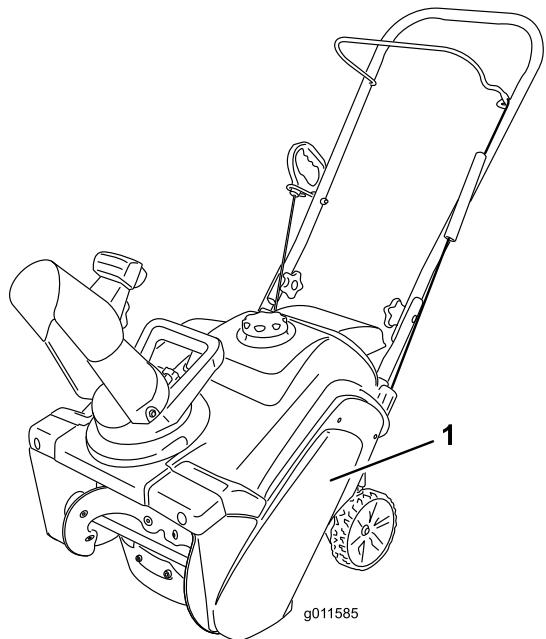

Figure 32
1. Enlevez les 4 boulons qui fixent le couvercle de la courroie d' entraînement (Figure 32) en place.